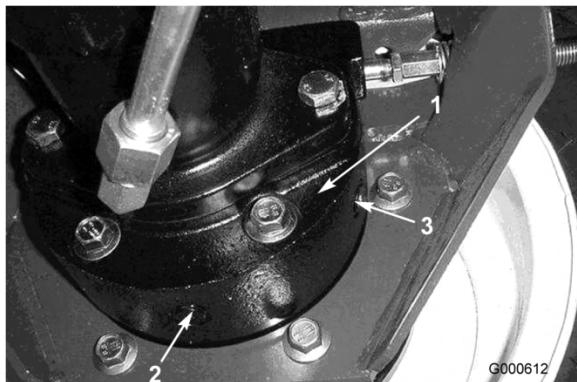

Figure 44
- Placez un autre bac de vidange sous le carter de frein de l'autre côté de la roue (Figure 44).